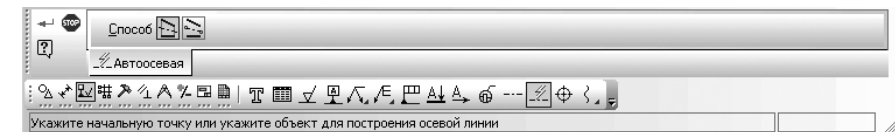

Рис. 8.151. Панель свойств: Автоосевая с открытой вкладкой Автоосевая, Компактная панель и строка сообщений в режиме построения автоосевой
- щелкните на панели инструментов по кнопке – **Автоосевая**. Появится **Панель свойств: Автоосевая** с открытой вкладкой **Автоосевая** (рис. 8.151).
- щелкните на панели инструментов по кнопке  – **Автоосевая**. Появится **Панель свойств: Автоосевая** с открытой вкладкой **Автоосевая** (см. рис. 8.151). В строке сообщений появится подсказка: **Укажите начальную точку или укажите объект для построения осевой линии;**
- щелкните на панели инструментов по кнопке – **Автоосевая**. Появится **Панель свойств: Автоосевая** с открытой вкладкой **Автоосевая** (см. рис. 8.151). В строке сообщений появится подсказка: **Укажите начальную точку или укажите объект для построения осевой линии**;
- щелкните на панели инструментов по кнопке – **Автоосевая**. Появится **Панель свойств: Автоосевая** с открытой вкладкой **Автоосевая** (см. рис. 8.151); В строке сообщений появится подсказка: **Укажите начальную точку или укажите объект для построения осевой линии**;